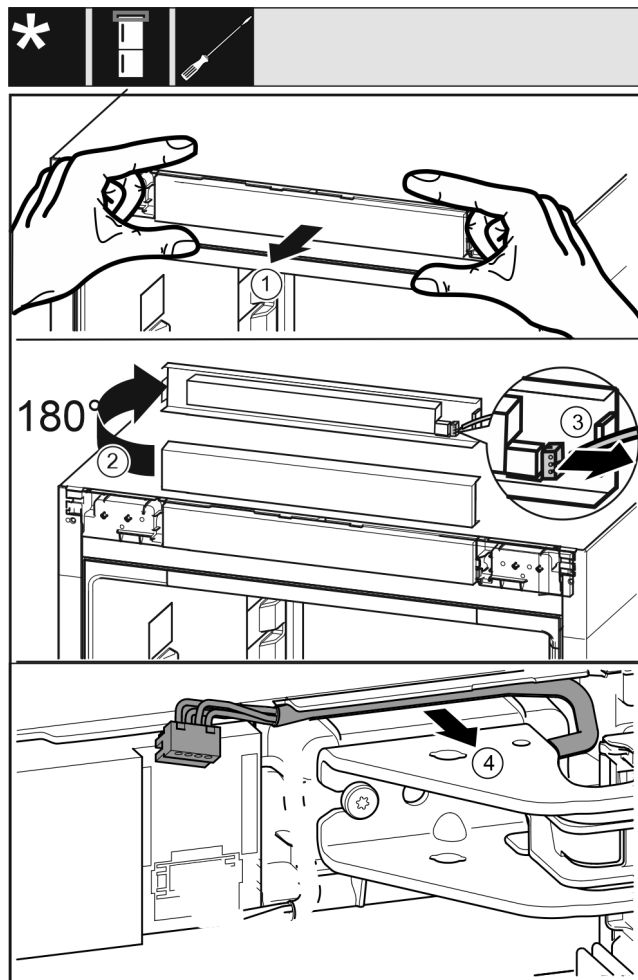

Fig. 19
- ▶ Poluzować ostrożnie zaślepkę panelu obsługowego urządzenia do przodu. Fig. 19 (1)
- ▶ Obrócić zaślepkę panelu obsługowego do góry o 180°. Fig. 19 (2)
- ▶ Docisnąć zaczep do tyłu i wyciągnąć ostrożnie wtyczkę. Fig. 19 (3)
- ▶ Ostrożnie wyjąć kabel znajdujący się nad płytką zawiasu. Fig. 19 (4)